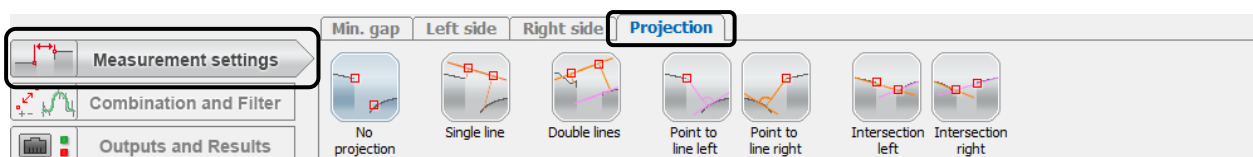

Abb. 3.47: Bereich "Measurement settings", Reiter "Projection"
- Drücken Sie, falls noch nicht geschehen, den Button "Measurement settings" (siehe Abb. 3.47).
- Drücken Sie, falls noch nicht geschehen, auf den Reiter "Projection" (siehe Abb. 3.47).